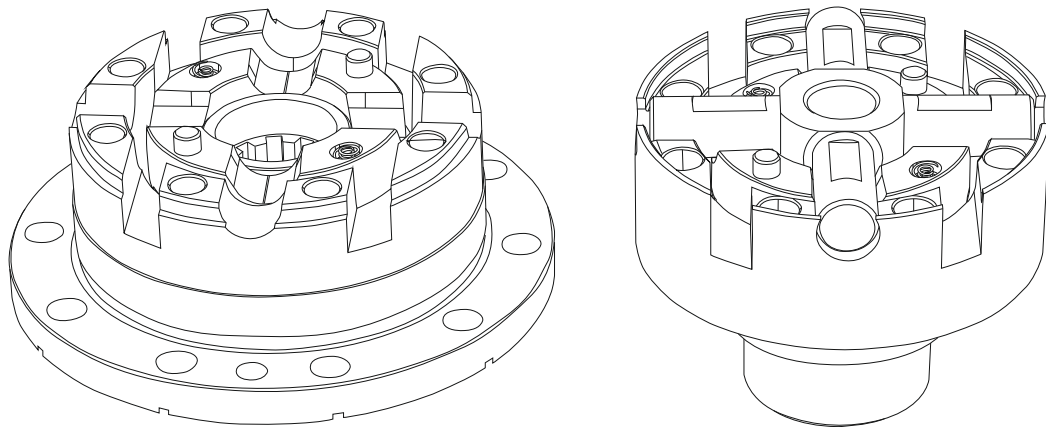

Рис. 4
- e. В малую половинку корпуса дифференциала поместите крестовину **[5]**; Результат всех проделанных операций отражен на **Рис. 4**.